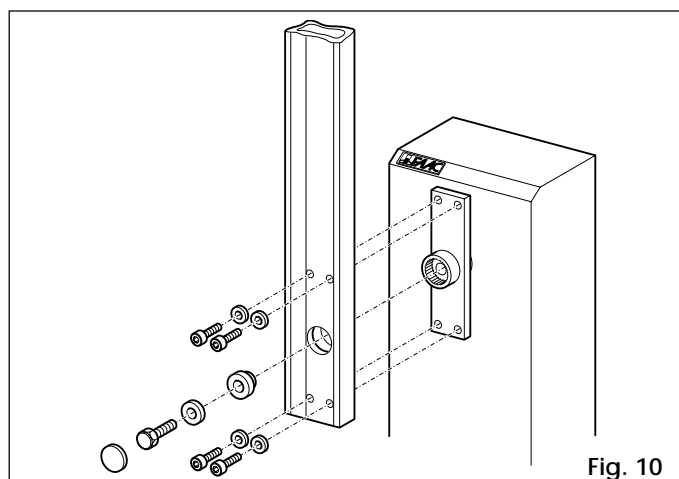

Fig. 10
- 4) Ensamblar el mástil utilizando la tornillería que se entrega de serie, como muestran las fig. 10 y 10 b. Cubrir el orificio con el tapón (sólo 620). El perfil de goma del mástil debe quedar en el lado de cierre.